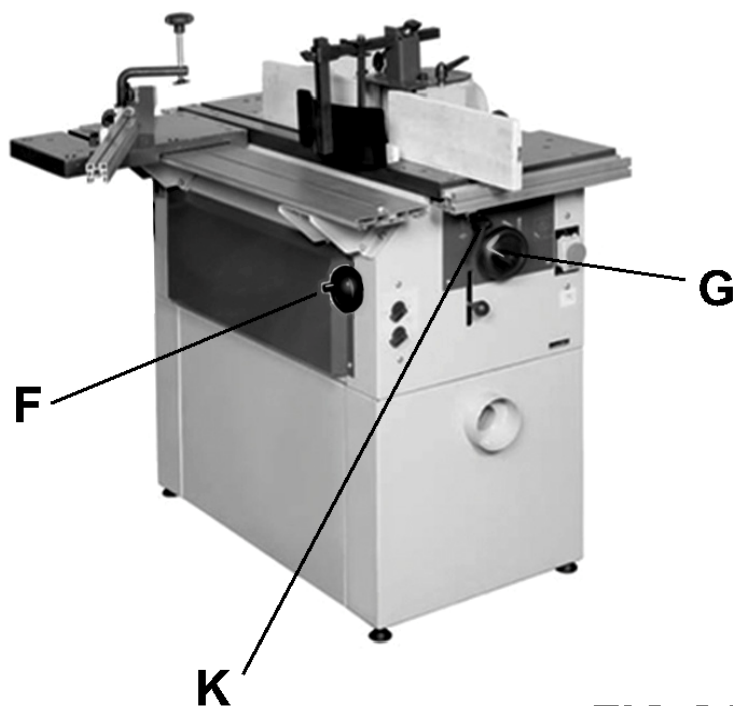

FIG.S20
Posizionare il volantino di salita e discesa della lama (G) (**Fig. S20**) sul lato anteriore e serrare la vite di bloccaggio posta dietro il volantino.
1. Per far salire o scendere la lama, ruotare il volantino (G) sul lato anteriore (**Fig. S20**) in senso orario o antiorario.
3. Alzare la leva ad eccentrico (K) per il bloccaggio della lama.
4. Ruotare il volantino (F) posto sul lato della macchina per inclinare la lama da 0 a 45°.
6. Bloccare la leva d'inclinazione (K) della lama.